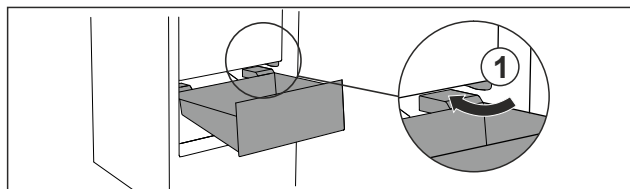

Fig. 94
- ▶ Far passare il cassetto intorno ai fermi Fig. 94 (1) inclinandolo.